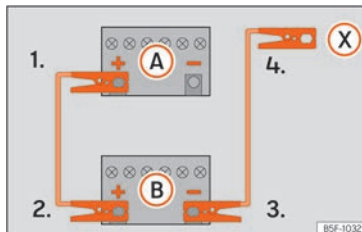

Fig. 49 Schéma de branchement pour les véhicules non équipés du système Start-Stop.
véhicule dont la batterie est déchargée (A) » » » fig. 49.
3. Raccordez l'autre extrémité du câble de démarrage rouge à la borne positive (+) du véhicule fournissant le courant (B).
- 4a. Sur les véhicules sans système Start-Stop : raccordez une extrémité du câble d'urgence noir à la borne négative (-) du véhicule fournissant le courant (B) » » » fig. 49.